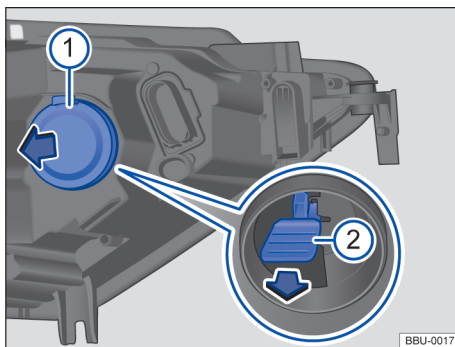
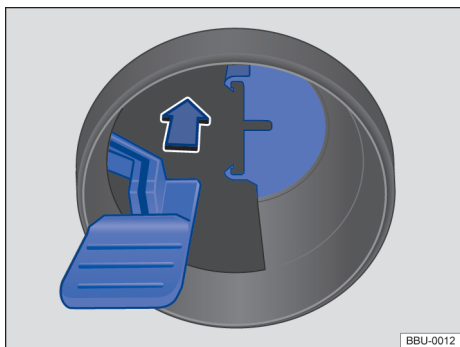

Fig. 144 No compartimento do motor à direita: Cobertura dos indicadores de direção ① e suporte de lâmpada dos indicadores de direção ②.
Fig. 145 No farol direito: suporte de lâmpada para indicadores de direção.
- ① Observar a lista de controle e executar as ações → Página 199
- ② Abrir a tampa do compartimento do motor ⚠ → Página 210.
- ③ Remover a cobertura de borracha → Fig. 144 ① na parte traseira do farol (seta).
- ④ Retirar o suporte da lâmpada → Fig. 144 ② pela alça puxando para trás (seta).
- ⑤ Substituir a lâmpada incandescente queimada por uma lâmpada incandescente nova do mesmo modelo.
- ⑥ Colocar cuidadosamente o suporte da lâmpada no farol e pressionar para frente, até que ele se encaixe → Fig. 145.
- ⑦ Colocar a cobertura de borracha.
- ⑧ Fechar a tampa do compartimento do motor → Página 210.